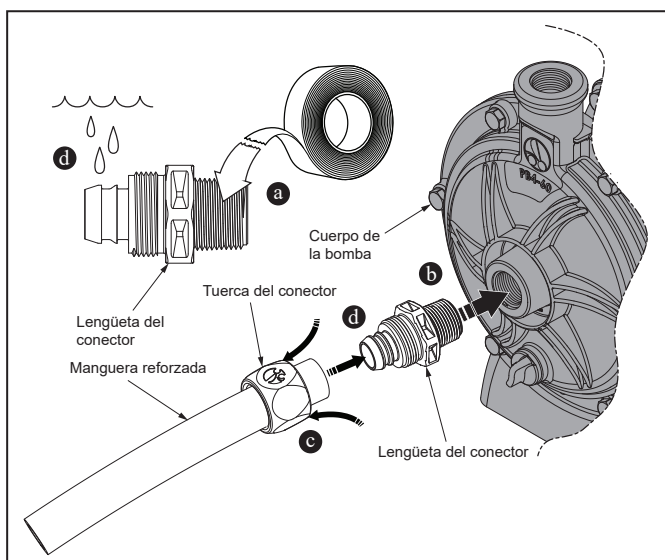

Figura 5. Preparación e instalación de la lengüeta de conexión rápida y la tuerca del conector
1. Instale la bomba utilizando dos (2) anclajes de expansión para hormigón a fin de garantizar la estabilidad.
2. Aplique de cuatro (4) a seis (6) capas de cinta de Teflon® a la rosca cónica de la lengüeta del conector. Consulte la figura 5 (a).
3. Enrosque y ajuste la rosca cónica de la lengüeta del conector en el puerto de la bomba, ubicado en el cuerpo de la bomba. Consulte la figura 5 (b).
5. Deslice la tuerca del conector por el extremo recortado de la manguera, con la punta roscada orientada hacia dicho extremo. Consulte la figura 5 (c).
6. Moje la lengüeta del conector con agua para ayudar a deslizar la manguera. Empuje el borde recortado de la manguera hasta que cubra por completo la lengüeta del conector. Consulte la figura 5 (d).